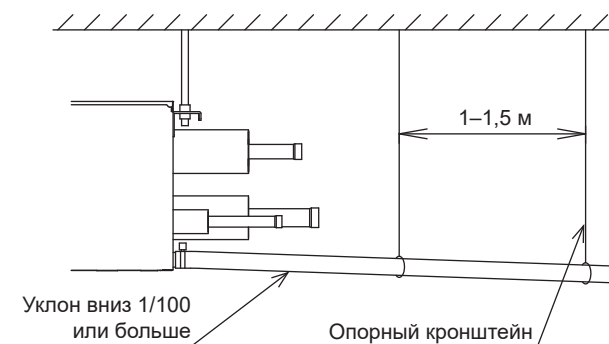

Рис. 4
- Используйте короткую трубу и проложите ее с уклоном вниз 1/100 или большим так, чтобы в трубе не скапливался воздух. (См. рис. 4 и 5.)
- Установите опорные кронштейны с интервалом 1–1,5 м, чтобы труба не провисала. (См. рис. 4.)